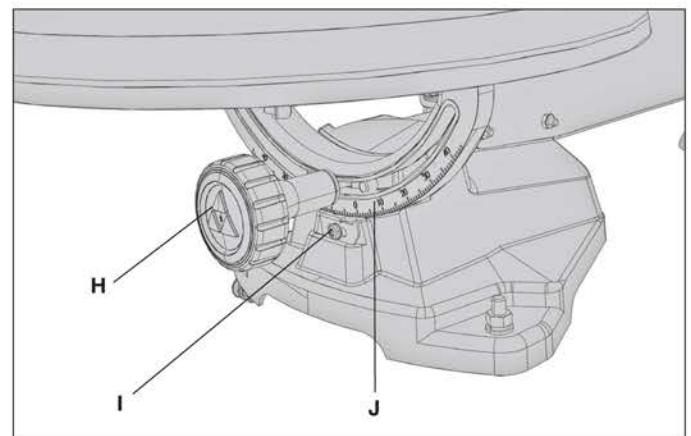

FIG. 8
Su sierra caladora cuenta con velocidad variable, de 400 a 1750 golpes por minuto. Para operar la característica de velocidad variable, gire la perilla de control de velocidad (C) Fig. 8 cuando la sierra esté en funcionamiento.
La mesa de su sierra caladora se inclina hasta 45° hacia derecha o izquierda. Hay un posicionador a 0°. Para inclinar la mesa de la sierra, afloje la perilla del seguro de inclinación (H) Fig. 8, e inclínela hasta la posición deseada en la escala de inclinación (J), señalada por el indicador de inclinación (I).